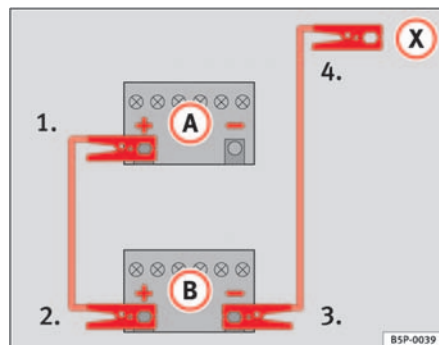

Abb. 193 Schema für das Anklemmen der Starthilfekabel
In der ⇒ Abb. 193 ist **A** die entladene Batterie und **B** die stromgebende Batterie.
- 1. Klemmen Sie ein Ende des roten Starthilfekabels an den Pluspol ⇒ Abb. 193 ⊕ des Fahrzeugs mit der entladene Batterie ⇒ ⚠.